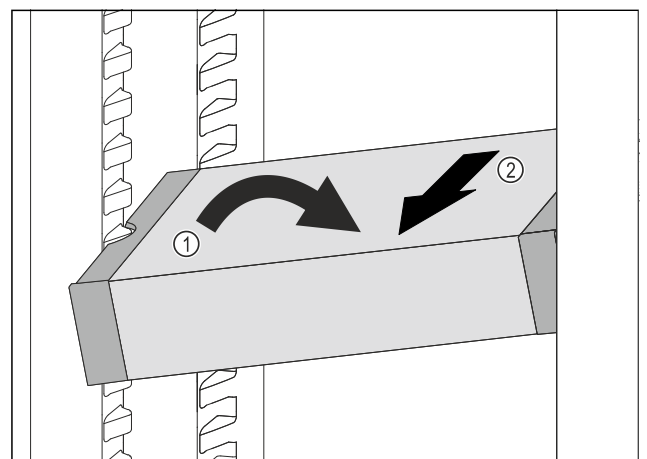

Fig. 181
- ▶ VarioSafe im Kühlteil schräg stellen. *Fig. 181 (1)*
- ▶ VarioSafe nach vorne entnehmen. *Fig. 181 (2)*